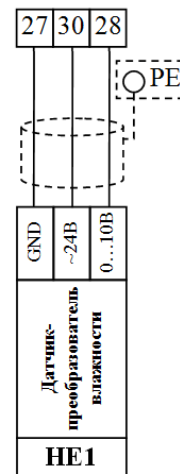

Рис. 11
- Датчик-преобразователь влажности. Датчик-преобразователь влажности отслеживает влажность воздуха, поступающего в помещение, позволяя использовать функции увлажнения или осушения (для установок, в конфигурации которых это предусмотрено). Датчик-преобразователь влажности с питанием ~24В и выходным сигналом 0...10В, при его наличии, подключить (рис. 11):